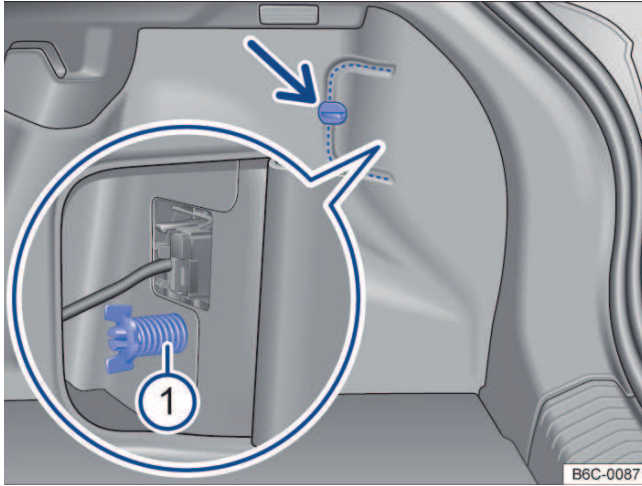

Fig. 135 No compartimento de bagagem: desinstalar cobertura e retirar o parafuso borboleta ① (lupa).
3. Para abrir a cobertura da lanterna, girar a trava → Fig. 135 (seta).
5. Soltar o parafuso borboleta ① (lupa) e retirá-lo, segurando, ao mesmo tempo a lanterna traseira.
18. Segurar a lanterna traseira na posição de montagem com uma das mãos e aparafusar com a outra o parafuso borboleta → Fig. 135 ①.